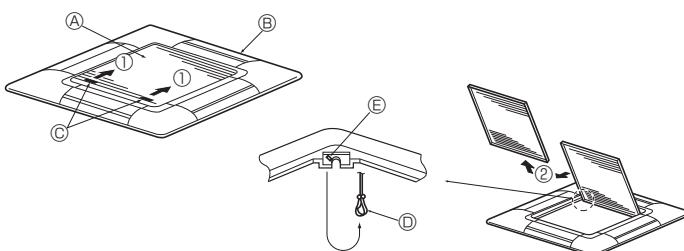

Fig. 8-3
8.2.1. Πώς αφαιρούνται οι γρίλιες εισόδου αέρα (Fig. 8-3)
- Με τις γρίλιες εισόδου αέρα στη θέση "open" ("ανοιχτές"), βγάλτε τον αρθρωτό τους σύνδεσμο από τις γρίλιες όπως δείχνει το βέλος ②.